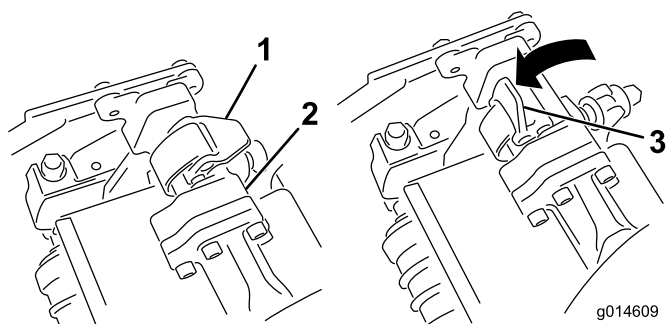
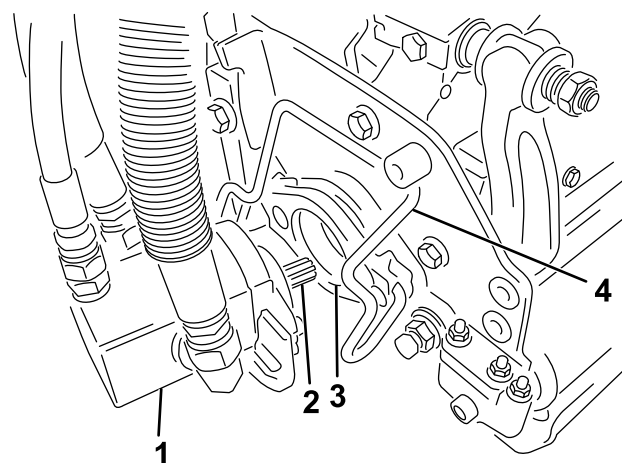

Figura 33
Figura 34
3. Com os fechos na barra do braço de suspensão a apontar para cima (i.e., abertos) (Figura 33), empurre o braço de suspensão para baixo de forma a que a barra passe pela barra através da parte superior da unidade de corte (Figura 34).
4. Feche os fechos para baixo e em redor da barra da unidade de corte e bloqueie-os no sítio (Figura 33).
4. Abra os fechos na barra do braço de suspensão da unidade de corte que está a remover (Figura 33).